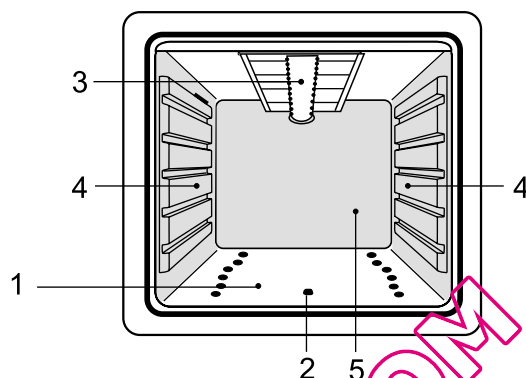

Fig. 18
- pousser la commande four jusqu'à sentir une résistance, tourner le au sens inverse des aiguilles d'une montre et approcher une flamme à l'orifice d'allumage brûleur (fig. 18 et 21); **un fois le gaz allumé maintenez la pression sur la manette pendant 3 secondes environ**, pour activer le système de sécurité,